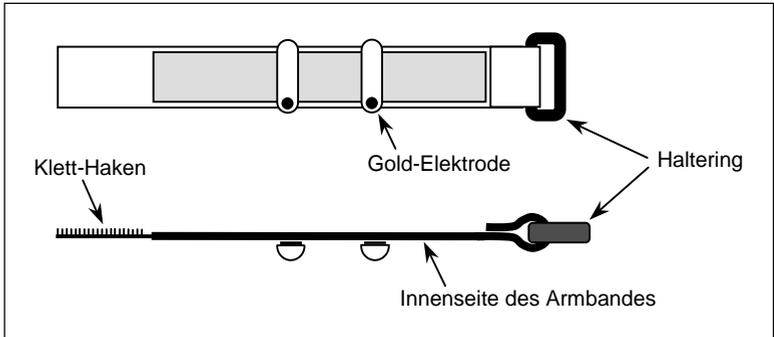
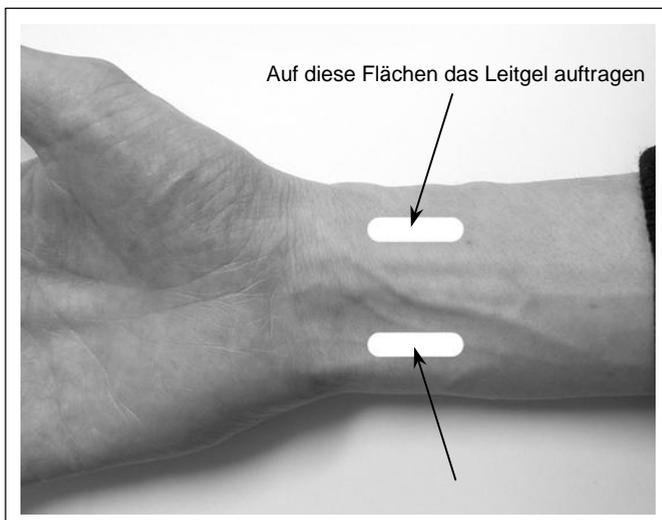

Abbildung 1: Gold-Elektroden auf die Innenseite des Armbandes kletten.
Abbildung 2: Die weißen Flächen geben die Lage der Pulsadern an.
- 1. Schritt:** Beide Gold-Elektroden etwa mittig auf die Innenseite des Armbandes kletten (**Abb. 1**), und zwar im Abstand der Pulsadern (**Abb. 2**).
- 2. Schritt:** Leitgel auf die Haut über den Pulsadern auftragen (**Abb. 2**). Eine ca. erbsengroße Menge pro Elektrode genügt.